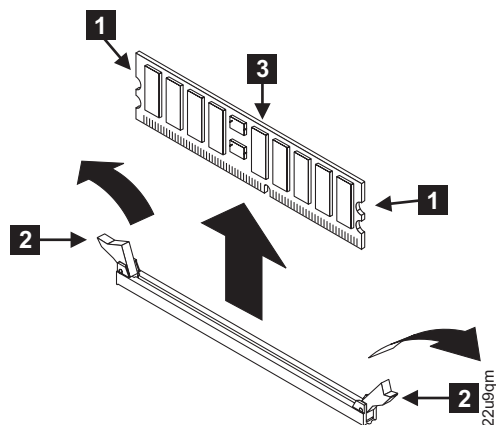

図 85. メモリー・モジュールの取り外し
- クリップ **2** を外側に押しながら開きます。このアクションで、メモリー・モジュール **3** をコネクタから引き出します。 351 ページの図 85 を参照してください。